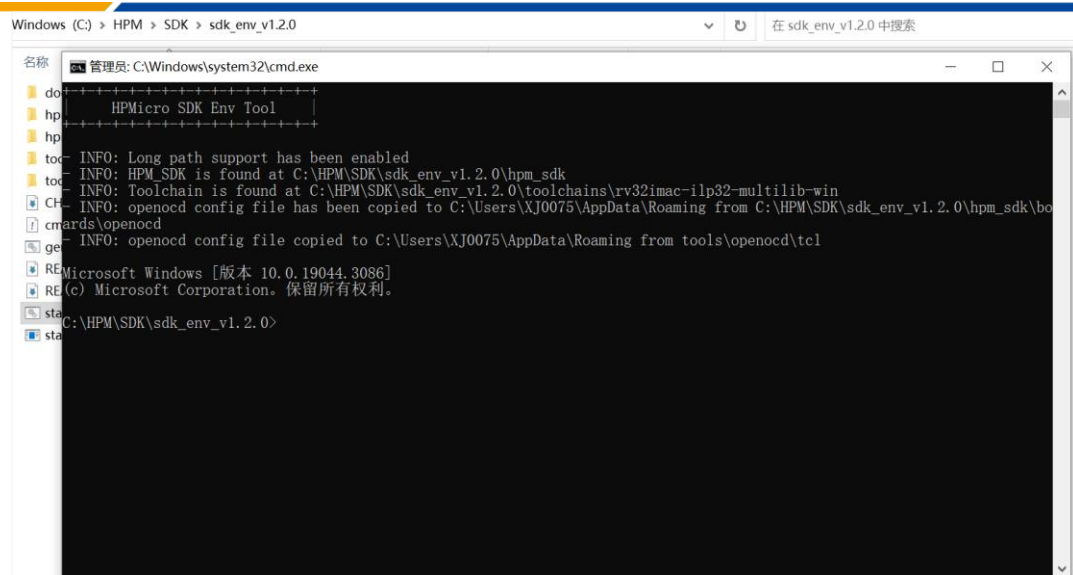

图 15: 打开 sdk prompt
5. 双击打开 sdk_env_v1.2.0下 start_cmd.cmd, 该脚本将打开一个 Windows command prompt (以下将此 Windows cmd prompt 简称为 sdk prompt), 如果之前步骤配置正确, 将会看到图15所示, 以下演示如何创建针对hpm6750_adc_evk的应用工程。